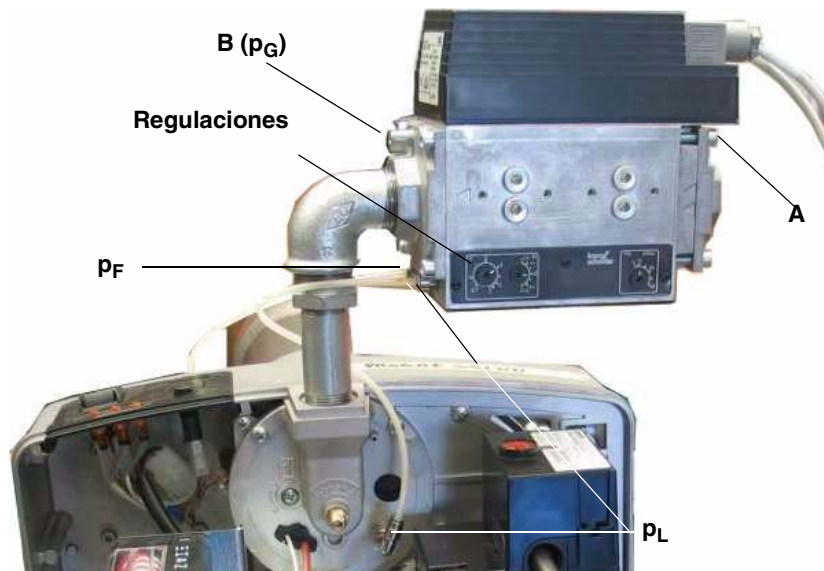

Fig. 19
- 1 Arrancar el quemador a baja llama: si el quemador no entra en servicio, girar en **N** un poco en sentido + y repetir el arranque (vedi Fig. 20). Medir la presión de gas **p_G** en **B** (Fig. 19).
- 2 Medir la presión de aire **p_L** (Fig. 19) en el quemador y ajustar en **N** la presión de gas (Fig. 20)
¡No cerrar el empalme **p_F** posiblemente no utilizado! (Fig. 19)
- 2 Medir la presión de gas en **A** y **B** (Fig. 19).